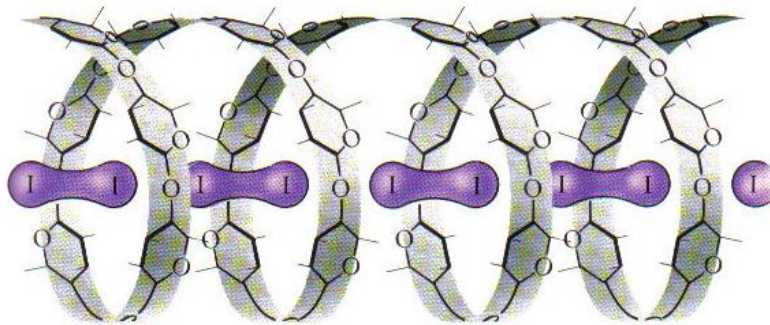

Abbildung 6: Jod-Stärke-Einschlussverbindung
- Kommentieren Sie Ihre Beobachtungen im Bezug auf die Struktur (Abbildung 6)?